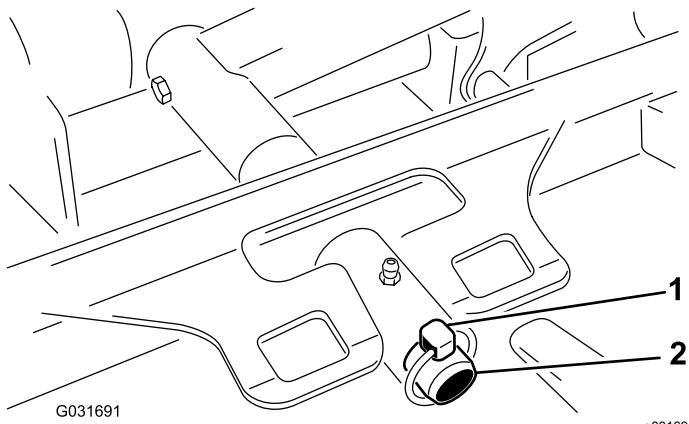

Figura 60
3. Retire o pino de sujeição que fixa a estrutura de suporte da plataforma ao pino da articulação do braço de elevação (Figura 60).
- Deslize a estrutura de suporte da plataforma para o pino da articulação do braço de elevação e prenda-a com o pino de sujeição (Figura 60).